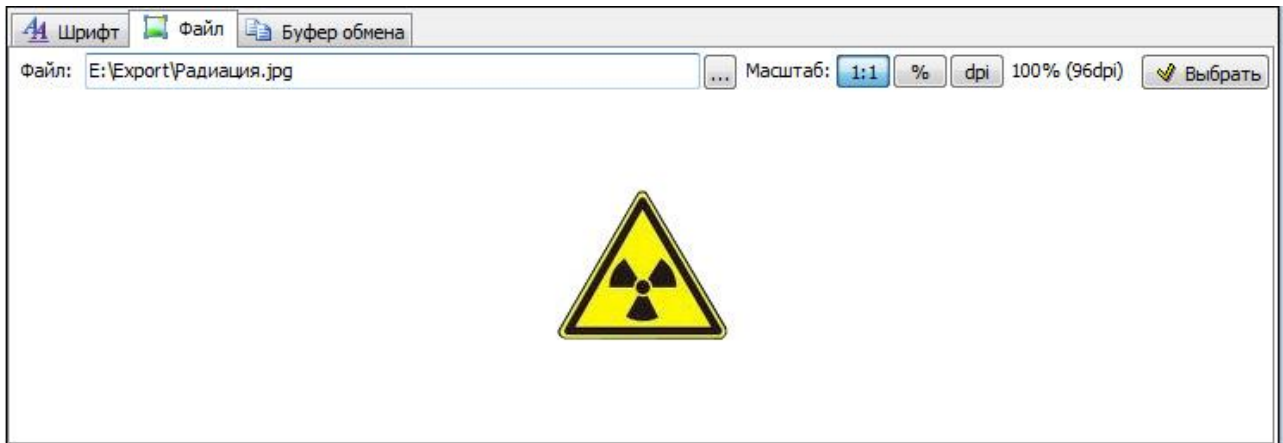

Рисунок 293
4) В окне **Открыть** выберите нужный файл и откройте его. Используемые форматы файлов – jpeg и bmp. Рекомендуемый размер изображения ~ 24 x 24 pixels. Изображение символа появится в окне. Станут доступными инструменты выбора масштаба и настройки разрешения (dpi) (рисунок 293).